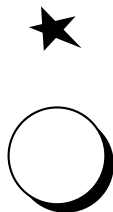

Fig. 2.2
Nestes fogões, para acender uma das bocas, carregue e gire o botão correspondente à boca escolhida, até a posição de vazão máxima (chama grande), e carregue no botão (fig. 2.2) de ignição (★) até a conclusão da operação.
- 2 - Somente para os modelos com ignição por meio de botão: - carregue no botão fig. 2.2 da ignição electrónica.